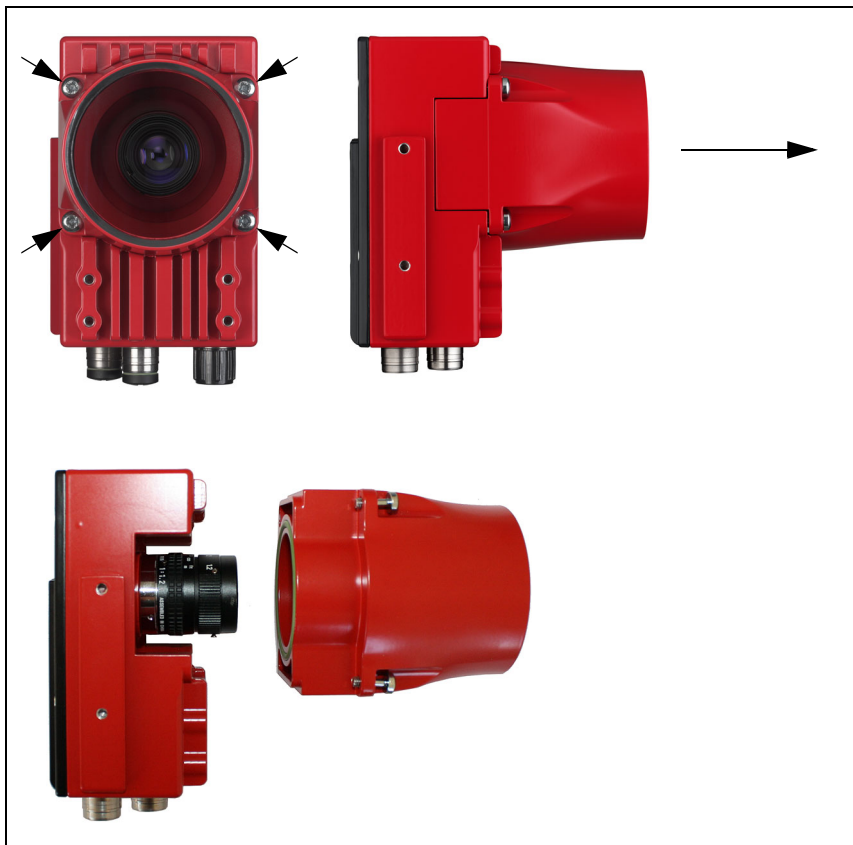

Figure 4.8 : Changement d'objectif des appareils à monture C
- ↳ Desserrez tout d'abord les 4 vis cruciformes du cache de l'objectif et soulevez le cache vers l'avant comme montré figure 4.8.